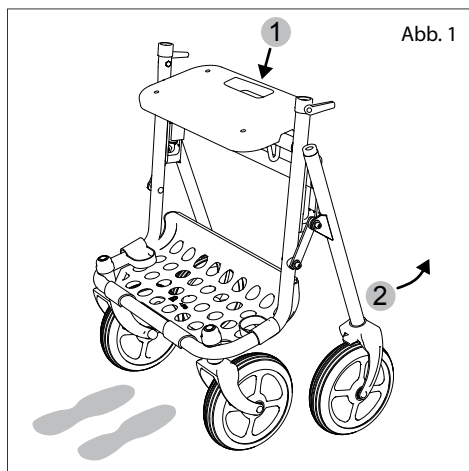

Abb. 1
1. Tag fat i hovedstellet i sædets grebshul (1, Fig. 1) og sæt den på gulvet med forhjulene (svinghjul). Grebshullet skal være på siden, der peger væk fra dig.
2. Bøj dig over hovedstellet og tag fat i den del af stellet, der vender væk fra dig for at folde stellet ud (2, Fig. 1).